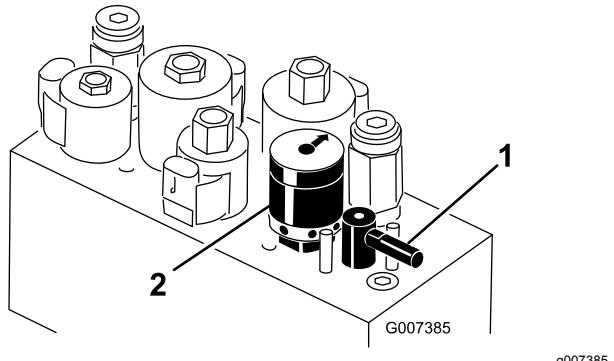

図 28
- 4. リールの速度を設定するには、ノブ図 28を回して、ノブの矢印を、所定の番号に合わせます。